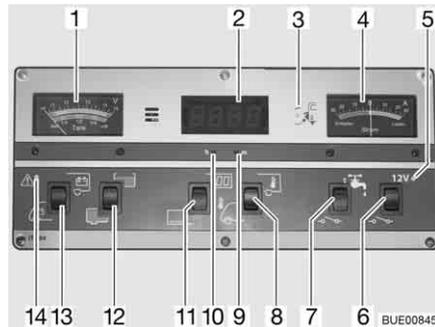

Bild 134 Panel IT 994
Beim Anzeigeeinstrument V/Tank (Bild 134, 1) die obere Skala beachten. Das Anzeigeeinstrument wird automatisch beleuchtet, sobald ein Schalter gedrückt wird.
- Wippschalter (Bild 134,13) unten drücken: Die Batteriespannung der Starterbatterie wird angezeigt.
- Wippschalter (Bild 134,13) oben drücken: Die Batteriespannung der Wohnraumbatterie wird angezeigt.
Beim Anzeigeelement V/Tank (Bild 134,1) die untere Skala beachten. Das Anzeigeelement wird automatisch beleuchtet, sobald ein Schalter gedrückt wird.
- Wippschalter (Bild 134,12) oben drücken: Die Wassermenge wird angezeigt.
- Wippschalter (Bild 134,12) unten drücken: Die Abwassermenge wird angezeigt.
Die rote Warnleuchte ALARM (Bild 134,14) blinkt, sobald die Spannung der Wohnraumbatterie 11 V (Messung im laufenden Betrieb) unterschreitet und damit Tiefentladung droht.
- Wippschalter (Bild 134,11) oben drücken: Digitaluhr-Anzeige ist eingeschaltet. Temperaturanzeige ist betriebsbereit.
- Wippschalter (Bild 134,11) unten drücken: Digitaluhr-Anzeige und Temperaturanzeige sind ausgeschaltet.
- Mit einem dünnen Gegenstand, z. B. Kugelschreibermine, in die Öffnung für die Stundenanzeige (Bild 134,10) drücken, bis die gewünschte Stundenzahl angezeigt wird.
- Mit einem dünnen Gegenstand, z. B. Kugelschreibermine, in die Öffnung für die Minutenanzeige (Bild 134,9) drücken, bis die gewünschte Minutenzahl angezeigt wird.
- Wippschalter (Bild 134,8) oben drücken: Die Innentemperatur wird angezeigt.
- Wippschalter (Bild 134,8) unten drücken: Die Außentemperatur wird angezeigt.
Am Anzeigeelement Strom (Bild 134,4) wird ständig der aktuell fließende Batteriestrom angezeigt. Das Anzeigeelement wird automatisch beleuchtet, sobald ein Schalter gedrückt wird.
Der 12-V-Hauptschalter (Bild 134,6) schaltet das Panel und die 12-V-Versorgung des Wohnraums ein und aus.
*Einschalten:* ■ Wippschalter (Bild 134,6) oben drücken: Die 12-V-Versorgung des Wohnraums ist eingeschaltet. Die Kontroll-Leuchte (Bild 134,5) leuchtet grün.
*Ausschalten:* ■ Wippschalter (Bild 134,6) unten drücken: Die 12-V-Versorgung des Wohnraums ist ausgeschaltet. Die Kontroll-Leuchte (Bild 134,5) erlischt.
Die 12-V-Kontroll-Leuchte (Bild 134,5) leuchtet, wenn der 12-V-Hauptschalter (Bild 134,6) eingeschaltet ist.
Die gelbe 230-V-Kontroll-Leuchte (Bild 134,3) leuchtet, wenn am Eingang des Elektroblocs Netzspannung vorhanden ist.
*Einschalten:* ■ Wippschalter (Bild 134,7) oben drücken: Die Wasserversorgung ist eingeschaltet.
*Ausschalten:* ■ Wippschalter (Bild 134,7) unten drücken: Die Wasserversorgung ist ausgeschaltet.